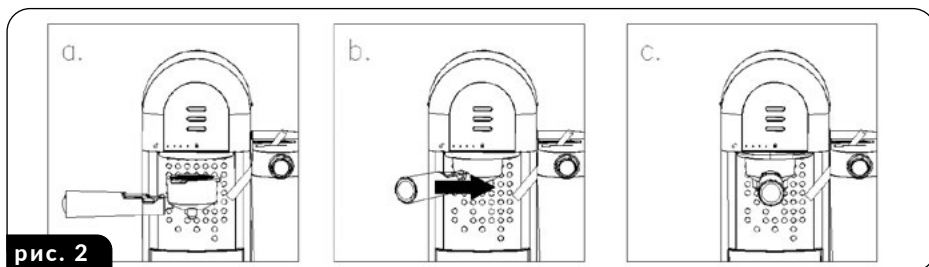

рис. 2
1. Помістіть колбу (10) зі встановленим фільтром (13) в гніздо для кріплення колби (5) таким чином, щоб тримач колби (12) збігався з символом відкритого замка на передній панелі кавомашини (рис.2).